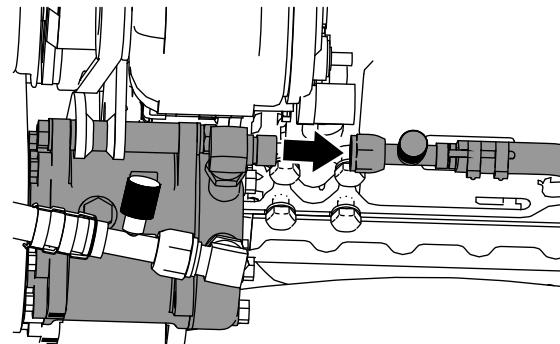

Figura 45
3. Conecte la manguera de alta presión del aire acondicionado (3/4") desde la cabina hasta el acoplamiento de 90° (3/4"), según se muestra en Figura 45.